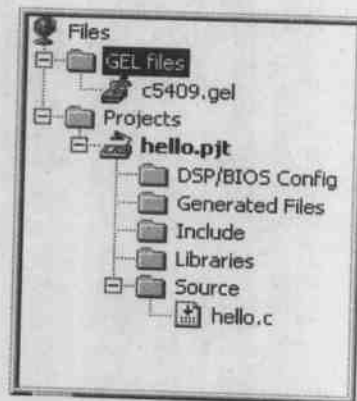

图 4.2 新建的 hello 工程
(3) 在 Project 栏中,选择 Executable,在 Target 栏中选择 TMS320C54XX。这里假设 DSP 芯片 CPU 是 54XX 系列的。
(4) 单击“完成”按钮,将在工程窗口中的 Projects 下面创建 hello 工程,如图 4.2 所示。